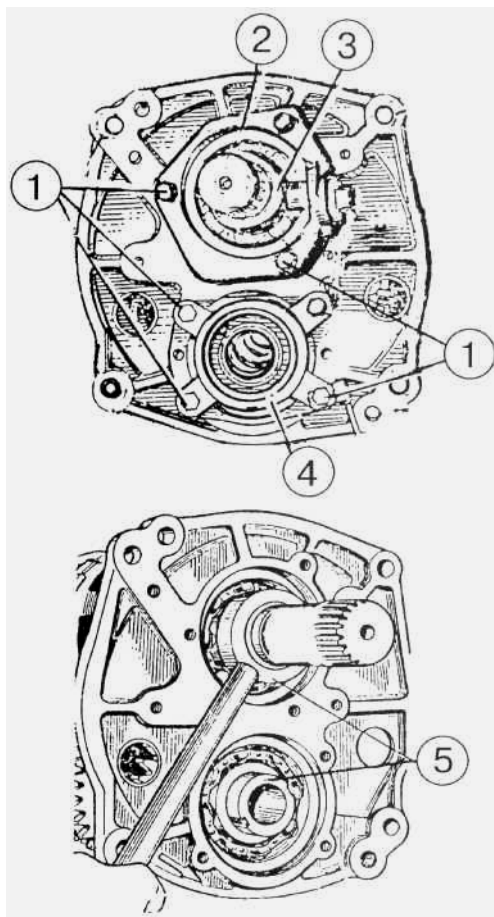

Рисунок 4.36
- 1) отверните болты (1) (рисунок 4.36) и снимите втулку подвода смазки (3), крышку (2), стакан (4);
- 2) отверните гайки (5), снимите упорные шайбы;